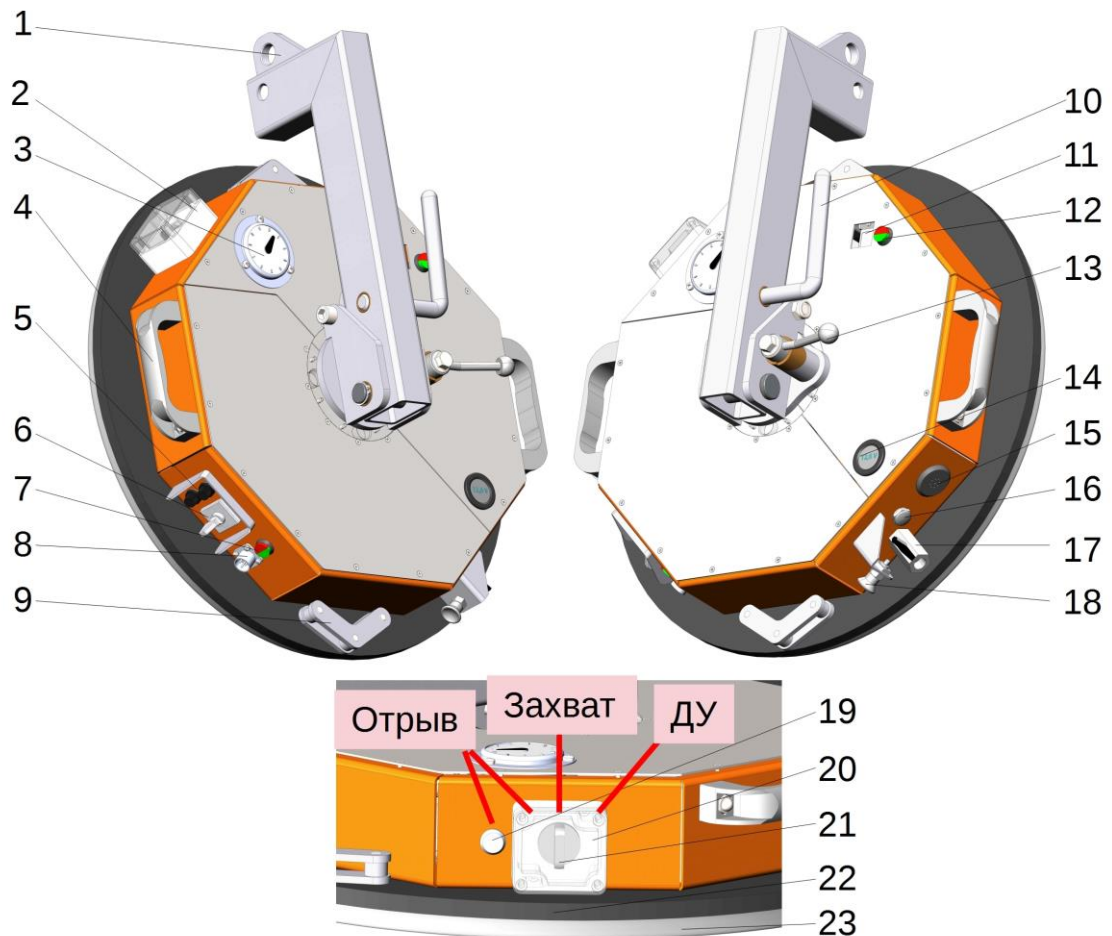

Рисунок 3. Составные части подъёмника
1.4.1 Вакуумный подъемник состоит из следующих узлов (рис. 3):
В случае отказа ПДУ управление подъемником возможно осуществлять в ручном режиме с помощью переключателя ручного управления (поз. 2, рис. 3). Переключатель (поз. 21, рис. 3) расположен в защитной коробке для предотвращения случайного срабатывания. Переключатель обладает тремя положениями:
Для включения режима «отрыв» необходимо перевести переключатель в крайнее левое положение и кратковременно нажать на кнопку (поз. 19, рис. 3).